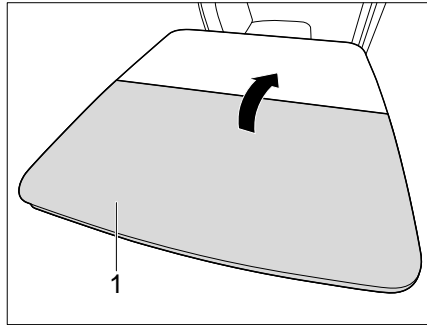

Bild 115 Klapptisch einklappen
- Tischhälfte (Bild 115,1) einklappen.